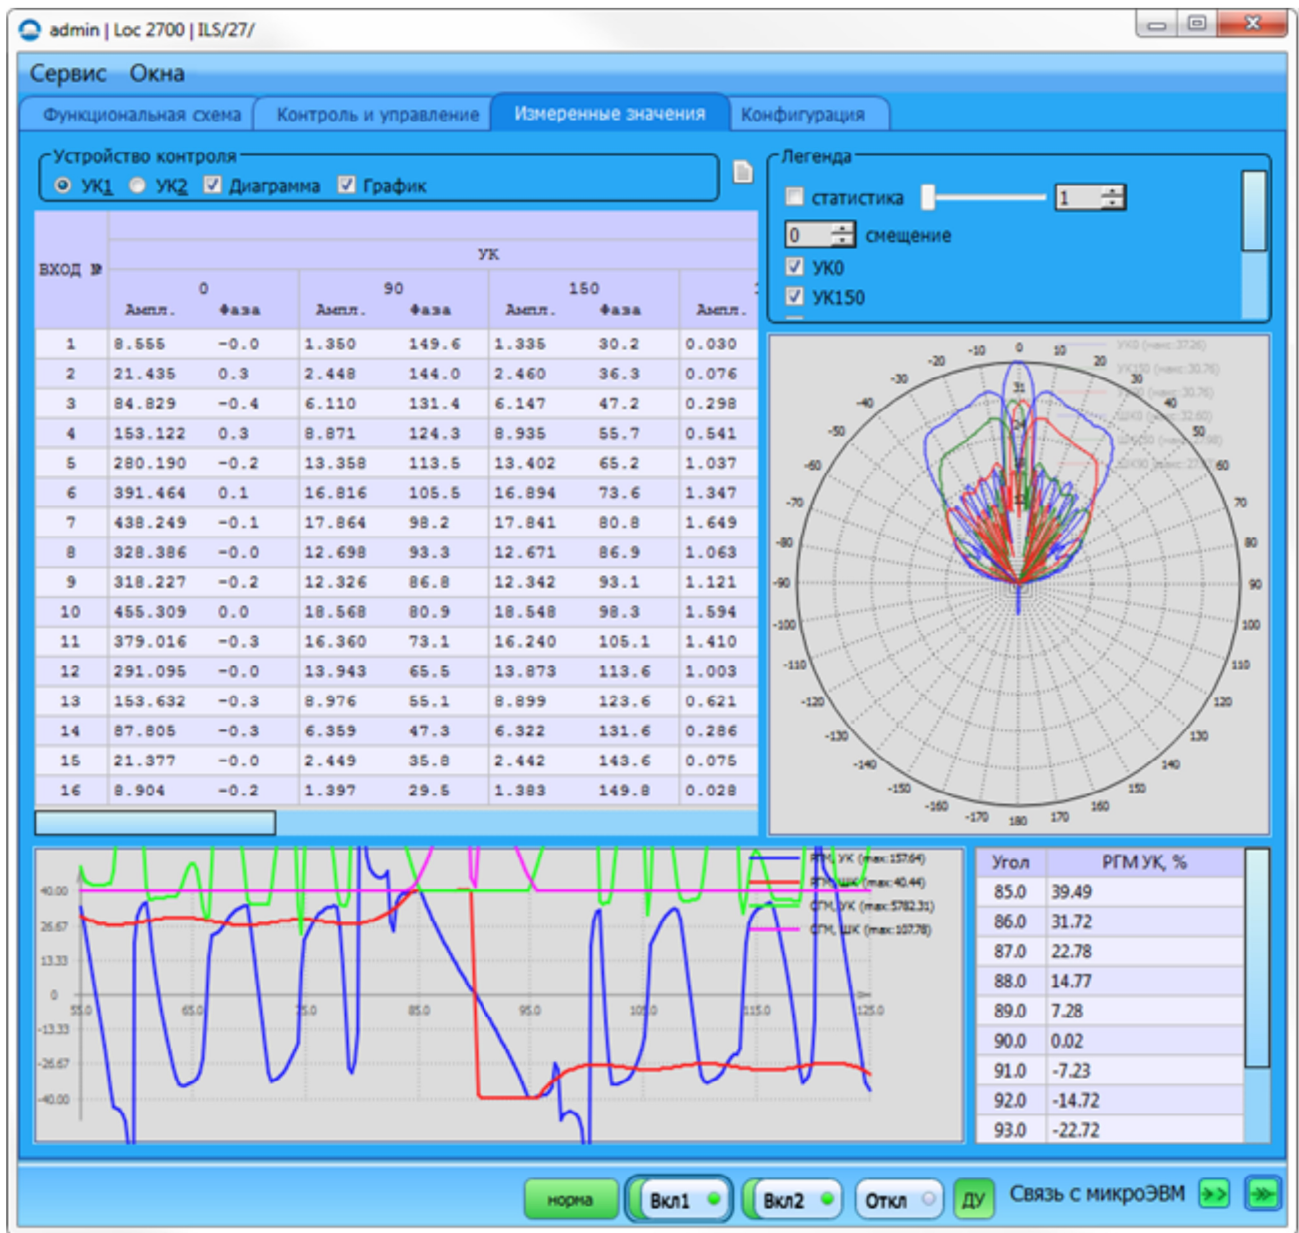

Рисунок 2.9 – Вкладка «Измеренные значения»
2.6.3 Вкладка «Измеренные значения» (рисунок 2.9) отображает измеренные амплитуды и фазы сигналов с контрольных кабелей АМУ Лос. Из полученных данных строятся графики РГМ, СГМ и диаграммы направленности АМУ Лос. Вкладка имеет информативный характер. Название столбцов «0», «90», «150» и «1020» соответствуют гармоникам спектра излучаемого радиомаяком сигнала.